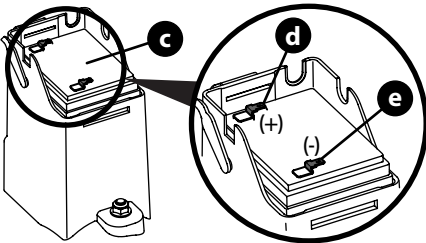

Figure 28
2. Pour installer la batterie (Figure 28):